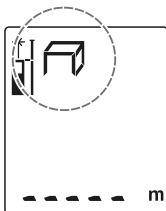

Fig. 12 – medición del ancho
- 3 – En la figura del cubo que representa la medición de volumen, quedará pulsando en el visualizador una línea horizontal, de acuerdo a lo que muestra la fig. 12;